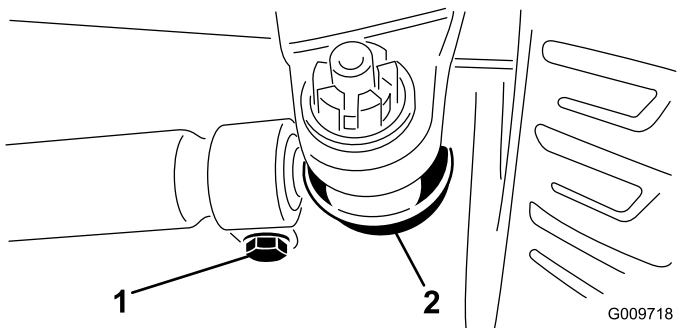

Figura 96
2. Per regolare la convergenza, togliete la coppia e il dado da uno dei giunti a sfera del tirante (Figura 96).
4. Allentate i fermi su entrambe le estremità dei tiranti (Figura 96).